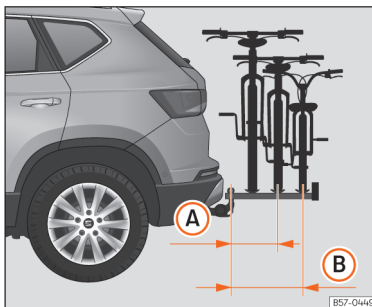

Рис. 186 Схематичне зображення: граничний виступ для двох або трьох велосипедів.
»» **рис. 186 (A).** Для трьох велосипедів – 700 мм »» **рис. 186 (B).**